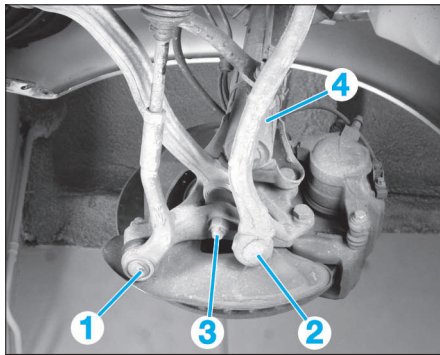

FIG. 15
- la tôle de protection des freins (6).
- la rotule de direction (1) (Fig.15).
- les tirants (2) et (3).
- l'élément de suspension (4).